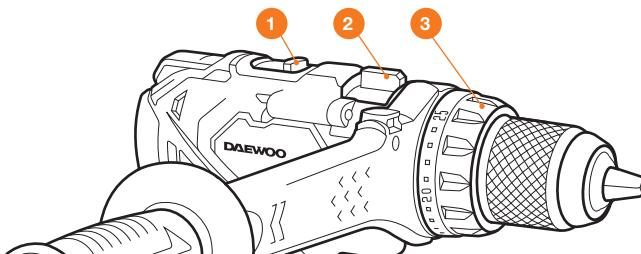

Рис. 7
- Установите необходимый режим работы, переводом муфты ② в необходимое положение (Рис. 7).
- Выберите и установите необходимое значение момента, поворотом муфты ③ (Рис. 7).